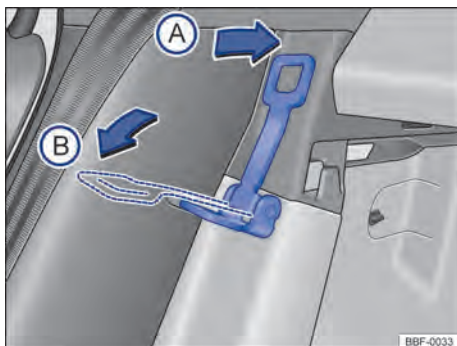

Fig. 67 Atrás do banco traseiro: alavanca para regulagem de inclinação do encosto
- **Posição ①:** colocar a alavanca → Fig. 67 no sentido da seta ①, para retornar o encosto do banco para sua posição original.
- **Posição ②:** colocar a alavanca → Fig. 67 no sentido da seta ②, para ampliar o compartimento de bagagem.
A Volkswagen indica não montar a cadeira de criança no banco traseiro na posição ② → Fig. 67.